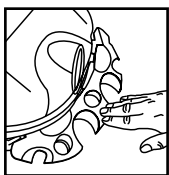

FIGURE 12
12. Appuyez vers le bas, au centre du porte-outils, jusqu'à ce que les ongles se bloquent contre la partie inférieure du couvercle. **FIGURE 12.**